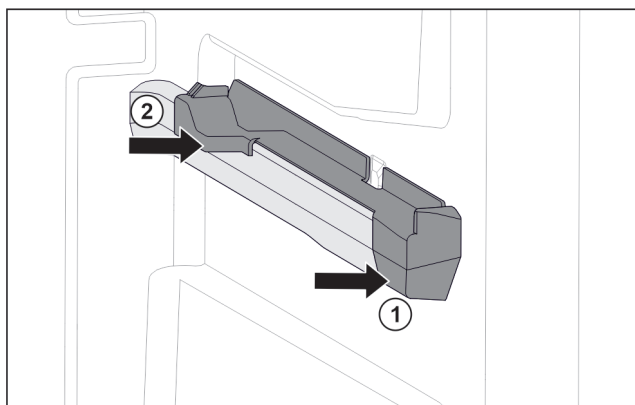

Fig. 85 Påsætningsdel på den højre beholderrist
- ▶ Sæt den forreste del af påsætningsdelen på beholderristen. Fig. 85 (1)
- ▶ Tryk den bageste del af påsætningsdelen på. Fig. 85 (2)